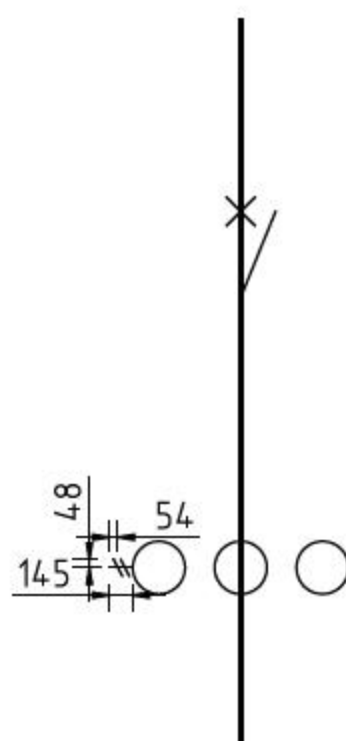

图9-93 绘制线段
**04** 调用L【直线】命令，结合【临时点捕捉】和【对象捕捉】功能，绘制线段，如图9-93所示。